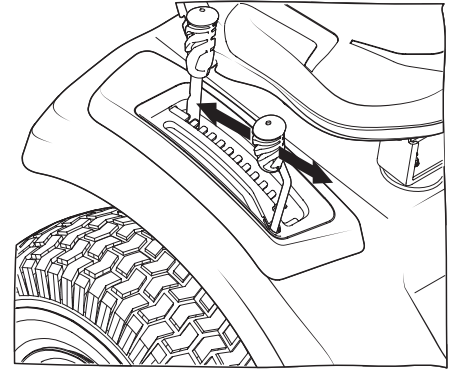

Figura 3-6
2. Empuje la palanca de la PTO hacia adelante a la posición de activación (ON). Vea la Figura 3-6.